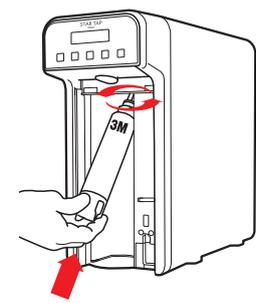

Fig. 3-29
29.32 - Inserire l'estremità superiore della cartuccia filtrante nella sede di aggancio, spingendola verso l'alto e ruotandola da sinistra verso destra fino a raggiungere il punto di blocco. Provare a tirare il filtro verso il basso per assicurarsi che sia perfettamente agganciato, nel caso si dovesse sfilare ripetere l'operazione descritta precedentemente, vedi Fig. 3-29.